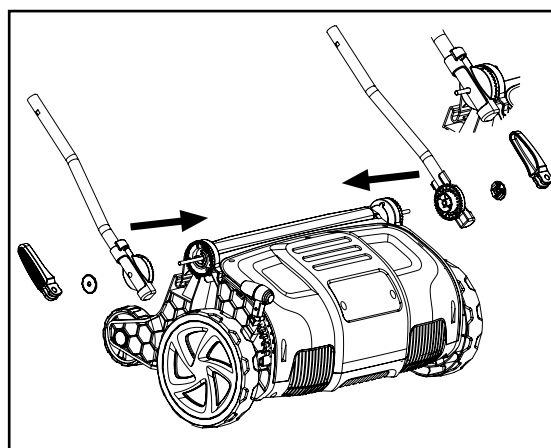

Рис. 2
2. Убедитесь, что отверстия нижних ручек и регулировочных шестерен находятся на одной линии. Совместите их с болтом машины (рис.2).